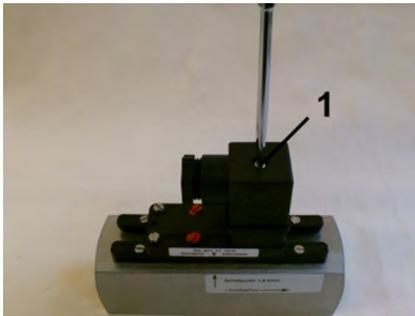

Abb. 22: Steckdose lösen
1. ➤ Lösen Sie die Befestigungsschraube (Abb. 22/1) von der Steckdose
9. ➔ Stecken Sie die Steckerdose auf den Gerätestecker. Ziehen Sie die Befestigungsschraube (Abb. 22/1) an